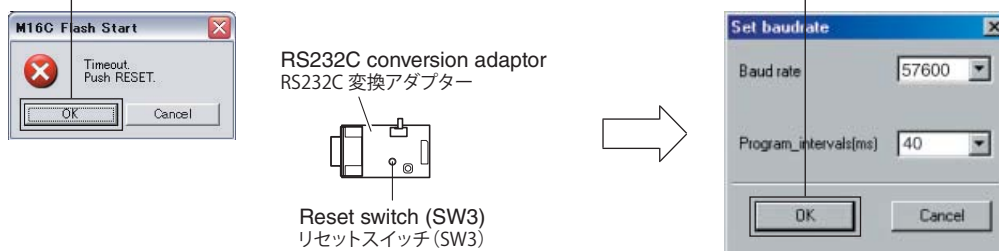

Fig. 3
* If the "Timeout" error screen appears, press the "reset switch (SW3)" of the RS232C conversion adaptor and click [OK], and "Set baud rate" screen appears. (Fig. 3)
すると通信速度の設定画面が開きます。(Fig. 3)
Click [OK]. (Fig. 3)
[OK] をクリックします。(Fig. 3)